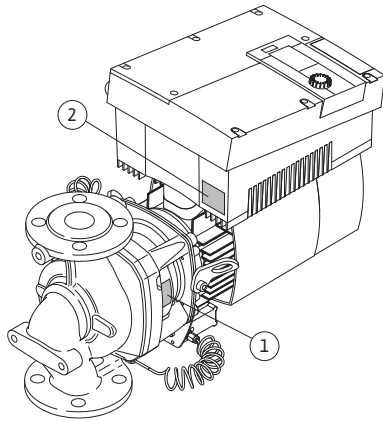

Fig. 11: Colocación de las placas de identificación:
- La placa de identificación de la bomba (Fig. 11, Pos. 1) contiene el número de serie (Ser.-No.../...), que se requiere, por ejemplo para solicitar refacciones.
- La placa de identificación del módulo electrónico (módulo electrónico = Inversor o convertidor de frecuencia) (Fig. 11, Pos. 2) contiene la denominación del módulo electrónico utilizado.